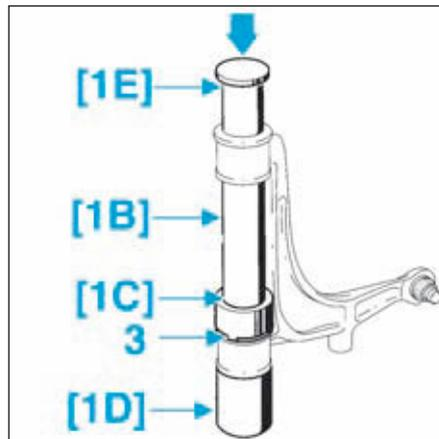

FIG.15
- A l'aide des outils [1B], [1C], [1D] et [1E], reposer le palier inférieur (3) (Fig.15).